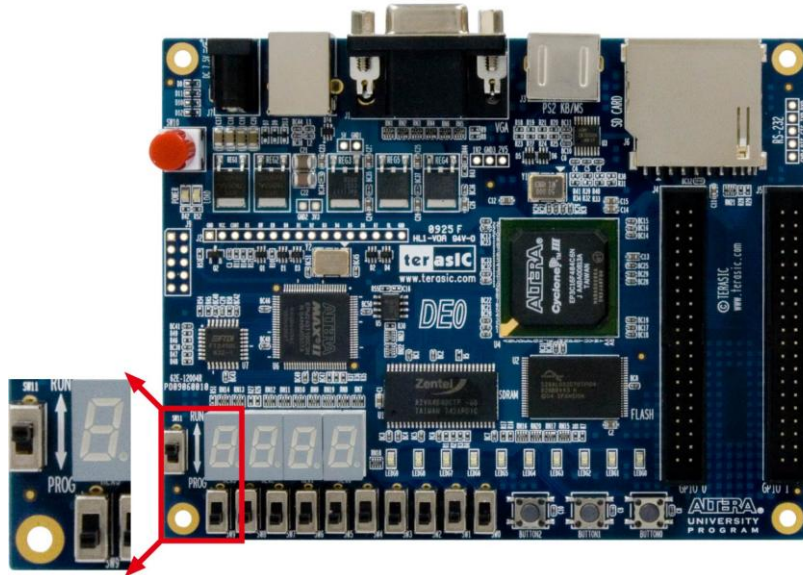

图 4-2 RUN/PROG 拨动开关 (SW2)位于 JTAG 模式
- 将 RUN/PROG 拨动开关（如图 4-2）置于 RUN 档以配置 JTAG 编程电路